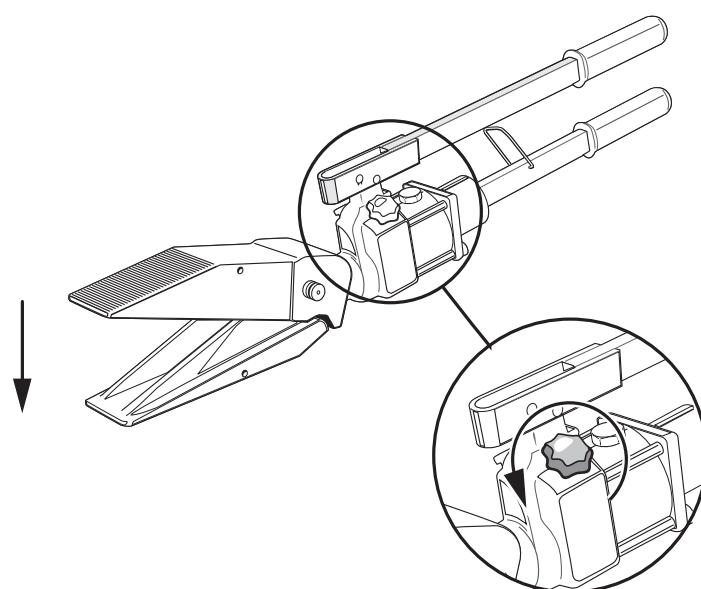

Fig. 5
- Open the release valve by turning the release knob anticlockwise (Fig. 5). The jaws will close.
- Entlastungsventil durch Drehen des Drehknopfes gegen den Uhrzeigersinn öffnen (Abb. 5). Die Klauen schließen sich.